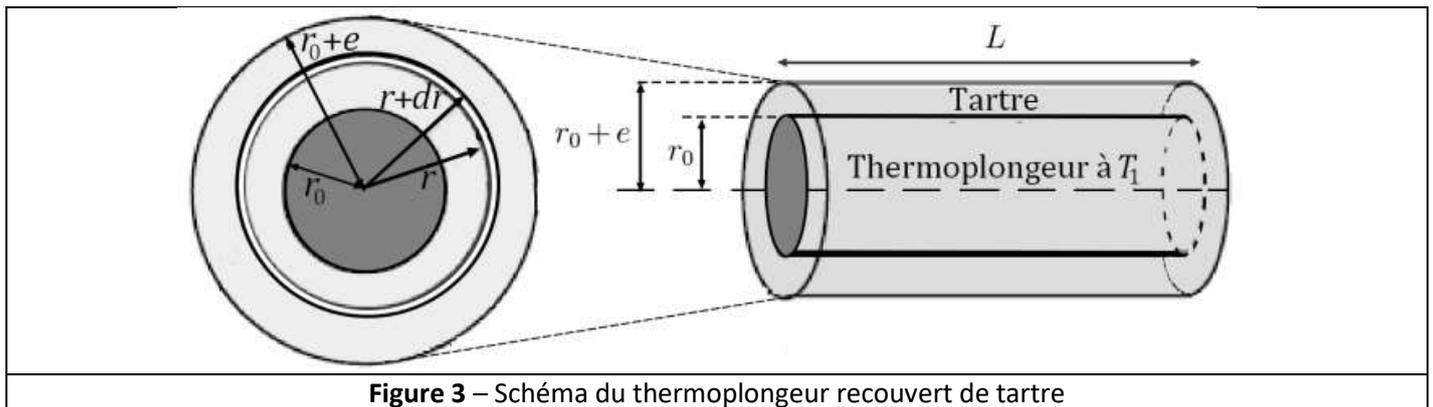

Figure 3 – Schéma du thermoplongeur recouvert de tartre
Pour chauffer l'eau de la cuve, le chauffe-eau électrique est muni d'un thermoplongeur constitué d'un fil résistif parcouru par un courant électrique qui s'échauffe par effet Joule. Ce fil est recouvert d'un isolant et le tout est placé dans un tube blindé. On assimile ce thermoplongeur à un tube d'acier de longueur  $L$ , de rayon  $r_0$  et dont la température de surface est maintenue à  $T_1$  (Figure 3).
15) À l'aide d'un bilan d'énergie portant sur le cylindre infinitésimal de tartre de rayon interne  $r$  et de rayon externe  $r + dr$  tel que  $r_0 < r < r_0 + e$  (Figure 3), montrer que la composante radiale du vecteur densité de flux thermique  $j(r)$  satisfait l'équation différentielle :